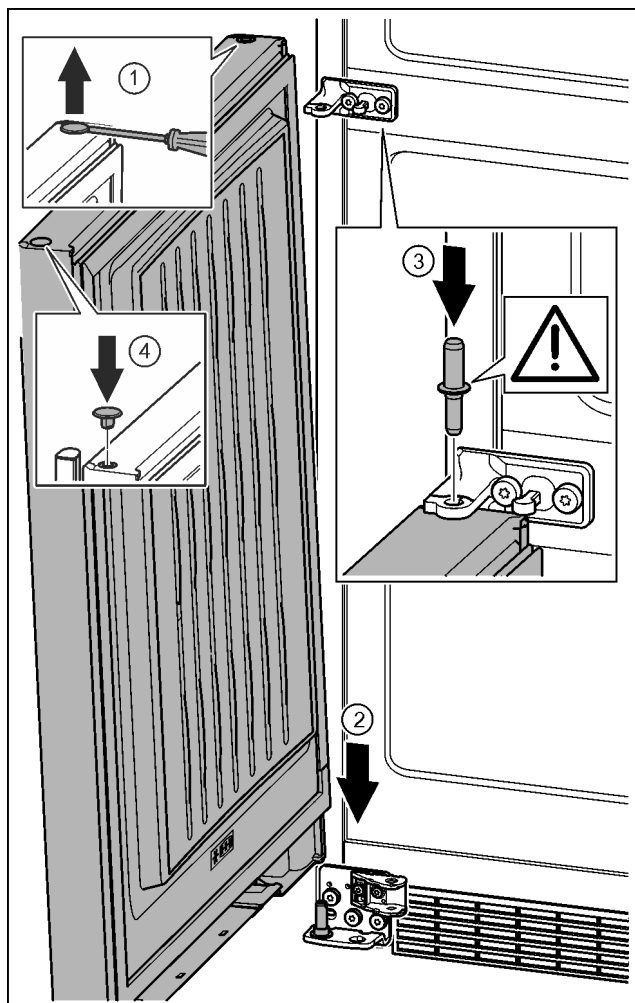

Fig. 40
- ▶ Plochým skrutkovačom opatrne nadvihnite a vyberte zátku. Fig. 40 (1)
- ▶ Dvere nasadíte zhora na dolný ložiskový čap. Fig. 40 (2)
- ▶ Ložiskový čap v strede nasadíte cez ložiskovú konzolu v strede do dolných dverí. Dbajte pritom na to, aby zárez dorazu ukazoval smerom dozadu. Fig. 40 (3)
- ▶ Zátku opäť nasadíte na druhú stranu dverí. Fig. 40 (4)